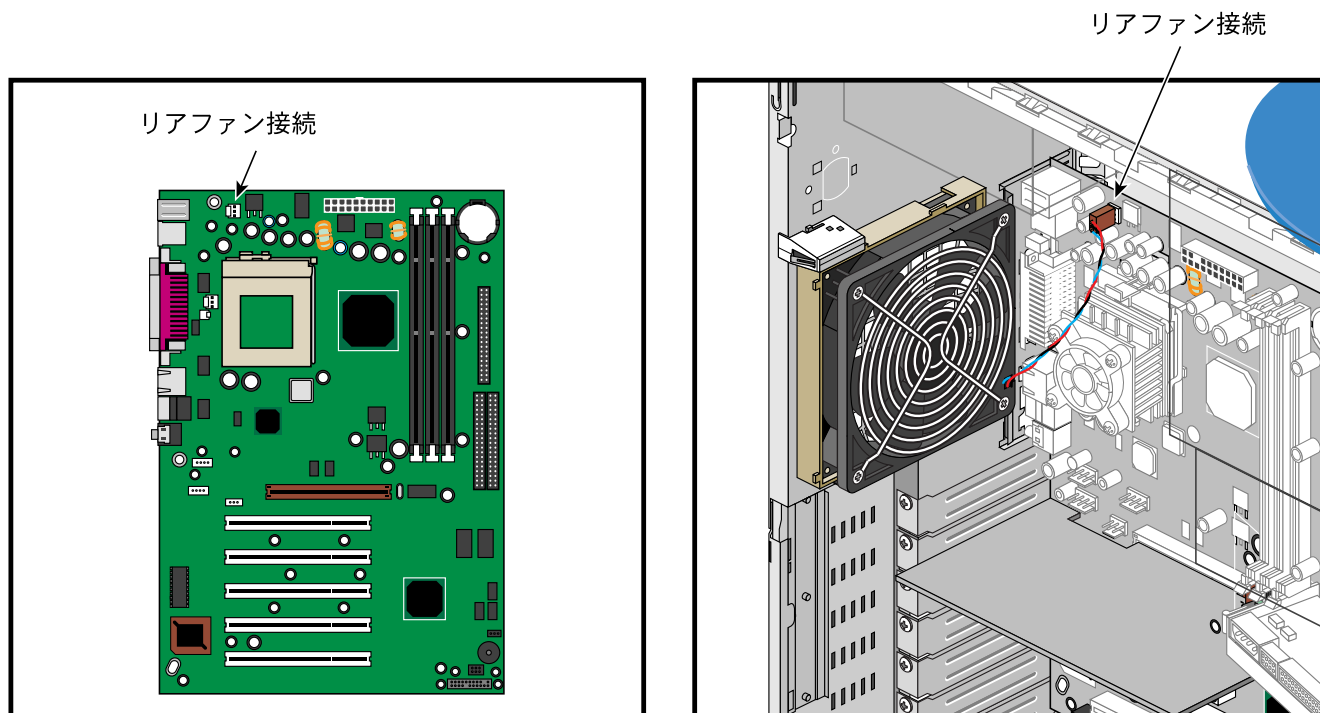

図2-13 リアファンケーブルの接続
3. システムボードからファンケーブルを取り外します。ファンケーブルの接続場所については、33ページの図2-13を参照してください。
10. ファンケーブルを接続します。リアファンケーブルの接続場所については、図2-13を参照してください。